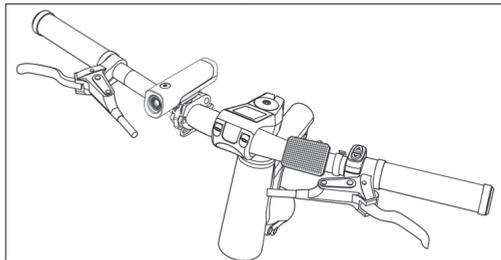

Figura 9-3
c. Monte o refletor frontal e a campainha no guidador, como mostra a Figura 9-3.